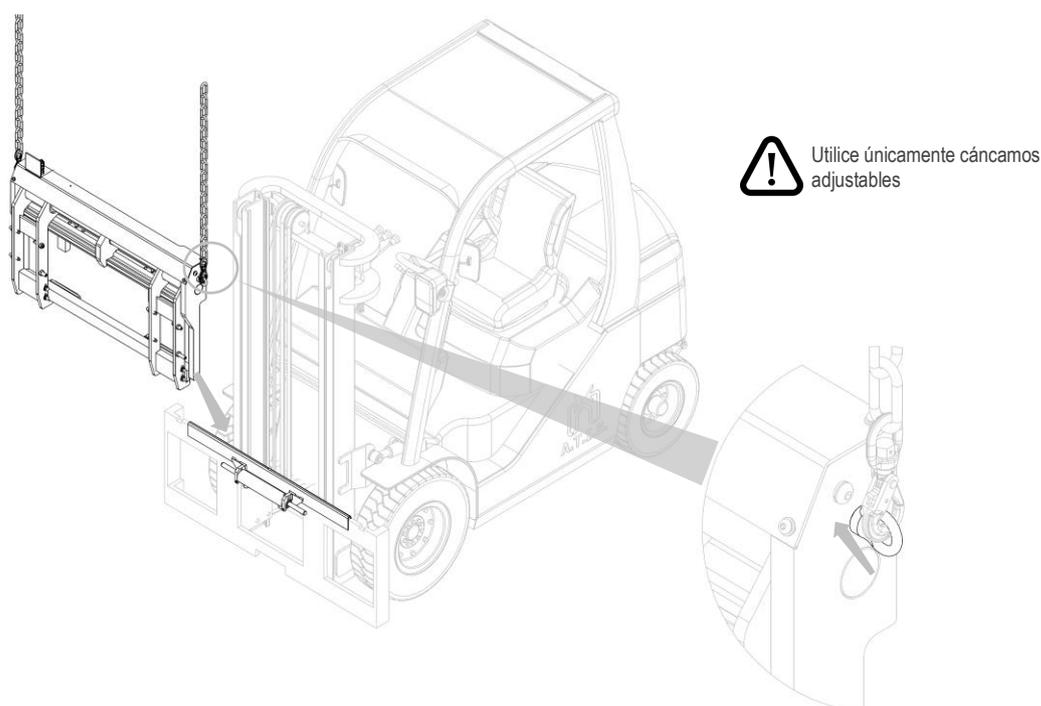

Figura 4
6. Para su manipulación, se deben utilizar cáncamos, que se deben atornillar en los espacios correspondientes (mira Figura 4).
7. Con un puente grúa de capacidad suficiente, colocar el implemento en el doble gancho, cuidando de colocarlo correctamente (mira Figura 4).